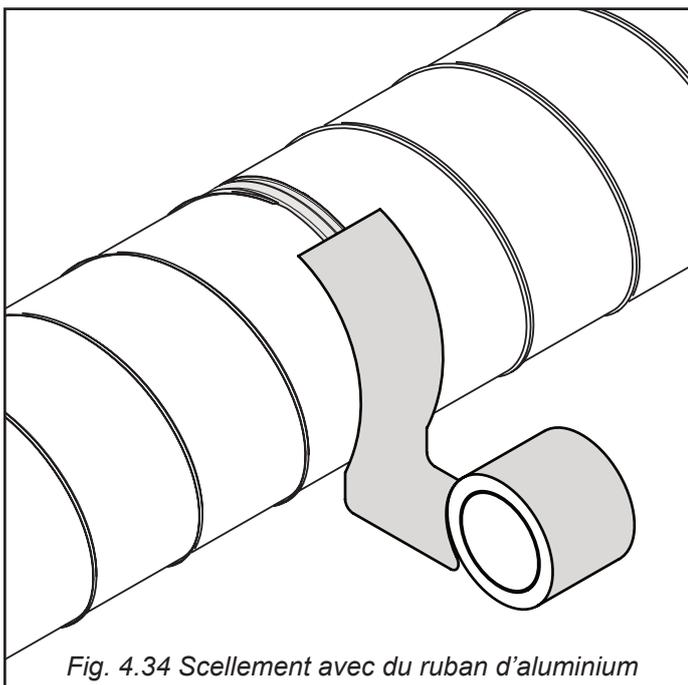

Fig. 4.34 Scellement avec du ruban d'aluminium
3) Couvrir le joint avec deux tours de ruban d'aluminium (fig. 4.34).
Pour utiliser le scellant haute température en remplacement du ruban d'aluminium (fig. 4.34), vérifier que son utilisation est compatible avec les travaux effectués à l'intérieur de la pièce chauffée.